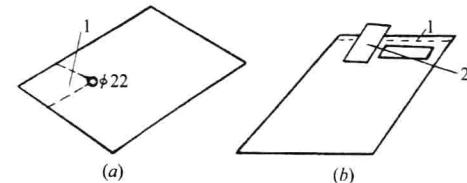

图 3 特殊剪切示意图
1) 交线剪切法:板面需剪一块板件,其两条剪切线相交成一定角度。为防止因板面剪切过头而浪费材料,可先在相交处钻(或割)成一个 $\phi 18\sim 22\text{mm}$ 的孔。剪切时,孔位放于剪刀的一端,这样可避免存在上述剪切缺陷,见图3(a)。
2) 边缘垫铁剪切法:剪切线距离板面边缘较近,开剪困难,当剪刀剪切时,会带动整个板面向前或向后移动。为避免这种现象出现,要在剪切线边缘,按剪板机的压力位置,放一同厚度小块搭板和一垫板,如图3(b)所示。